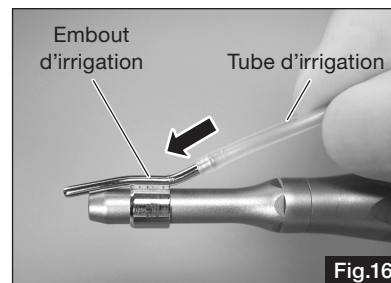

Fig.16
- 3) Montez un embout d'irrigation compatible avec l'accessoire sur l'autre extrémité du tube d'irrigation (Fig. 16).